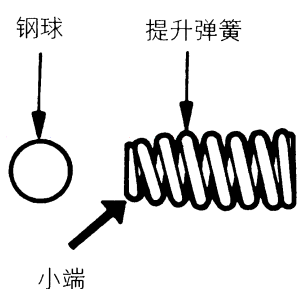
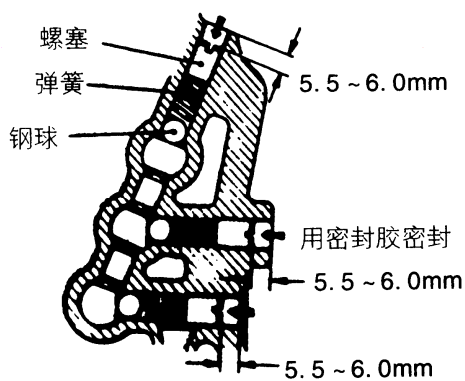

图 3-75 钢球和提升弹簧
图 3-76 用密封胶密封住螺塞头部
(20) 用专用工具安装第 3/第 4 档速度换挡衔套和第 1/第 2 档速度换挡衔套的弹簧销。
(21) 用专用工具敲入第 3/第 4 档和第 1/第 2 档换挡叉的弹簧销。
(22) 将提升钢球和提升弹簧（图 3-75）装入各换挡导轨，然后将螺塞拧到所规定的位置。将提升弹簧（三个弹簧是相同的）的小端部装到钢球侧。如图 3-76 所示，安装好后，用密封胶密封住螺塞头部。所规定的密封胶为 3M 硅密封胶产品号 8660 或相当的品种。